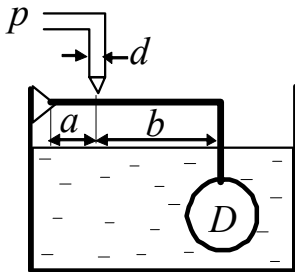

Рисунок 2.20
2.31. Вода, находящаяся под давлением  $p = 2,5$  ати, заполняет резервуар через трубу диаметром  $d = 15$  мм (рисунок 2.20). Определить минимально необходимый диаметр шарообразного поплавка  $D_{\text{попл}}$ , обеспечивающий автоматическое закрытие клапана при наполнении резервуара, если  $a = 100$  мм,  $b = 500$  мм. Собственным весом рычага, клапана и поплавка пренебречь.